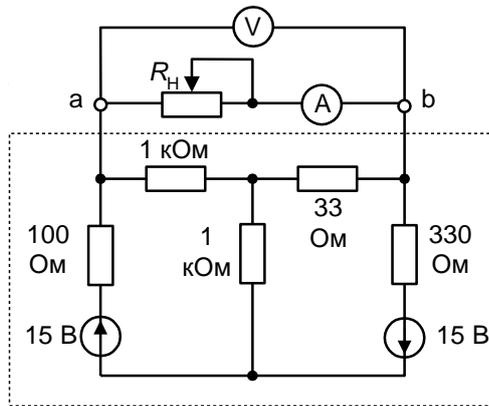
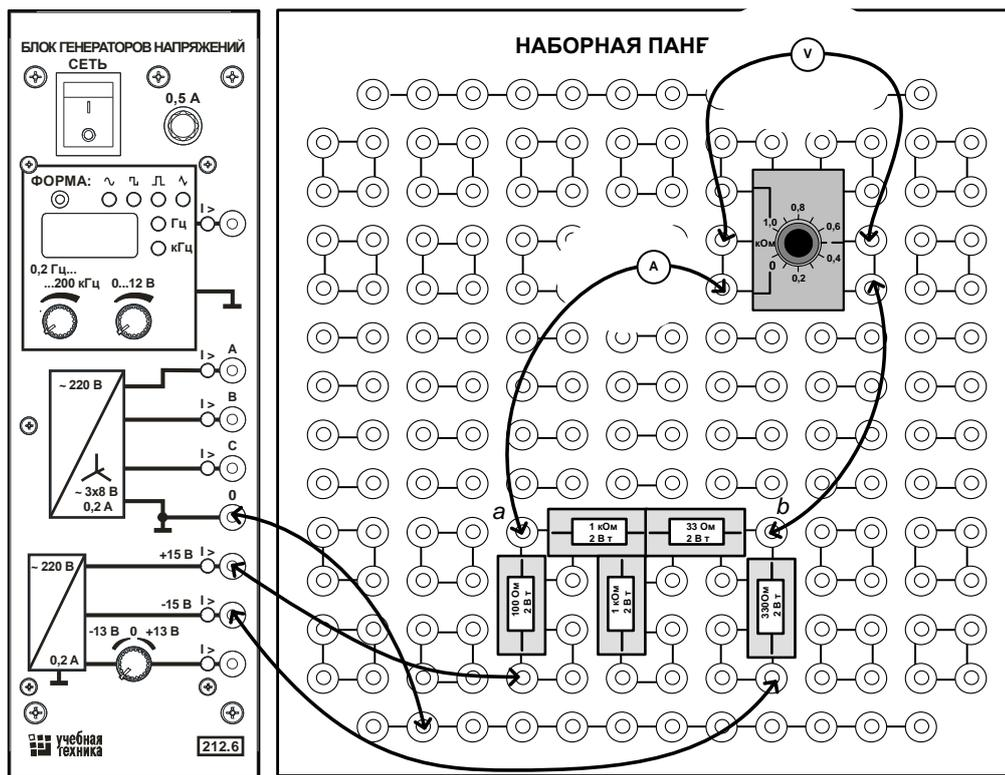

Рис. 5.3
Рис. 5.4
- Соберите цепь согласно принципиальной схеме (рис. 5.3) и монтажной схеме (рис. 5.4). Включите питание и, вращая ручку переменного резистора, убедитесь, что ток и напряжение на нагрузке изменяются.